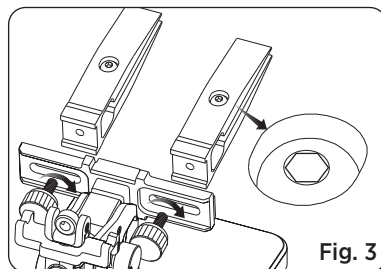

Fig. 3
**Tips:** Se till att fästskruvarna på klämmorna är vända uppåt. (Se Fig. 3)